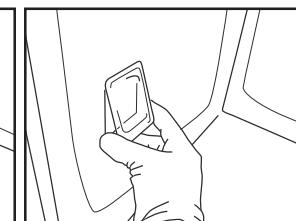

Fig. 9
5. Placerar lampskyddet mot panelen och tryck på skyddet tills det fästs med ett "klick" (fig. 9).